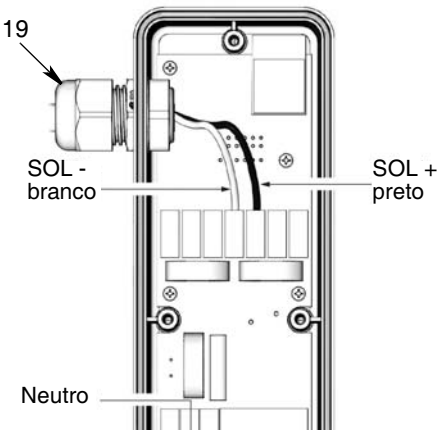

FIG. 5
6. Dentro do gabinete dos componentes eletrônicos do PAC (2), desconecte o fio neutro (branco) e o fio da linha (preto) do SOL - (branco) e do SOL + (preto) no bloco do terminal (FIG. 5).
7. Afrouxe a fixação do cabo (19) e remova-o completamente (FIG. 5).